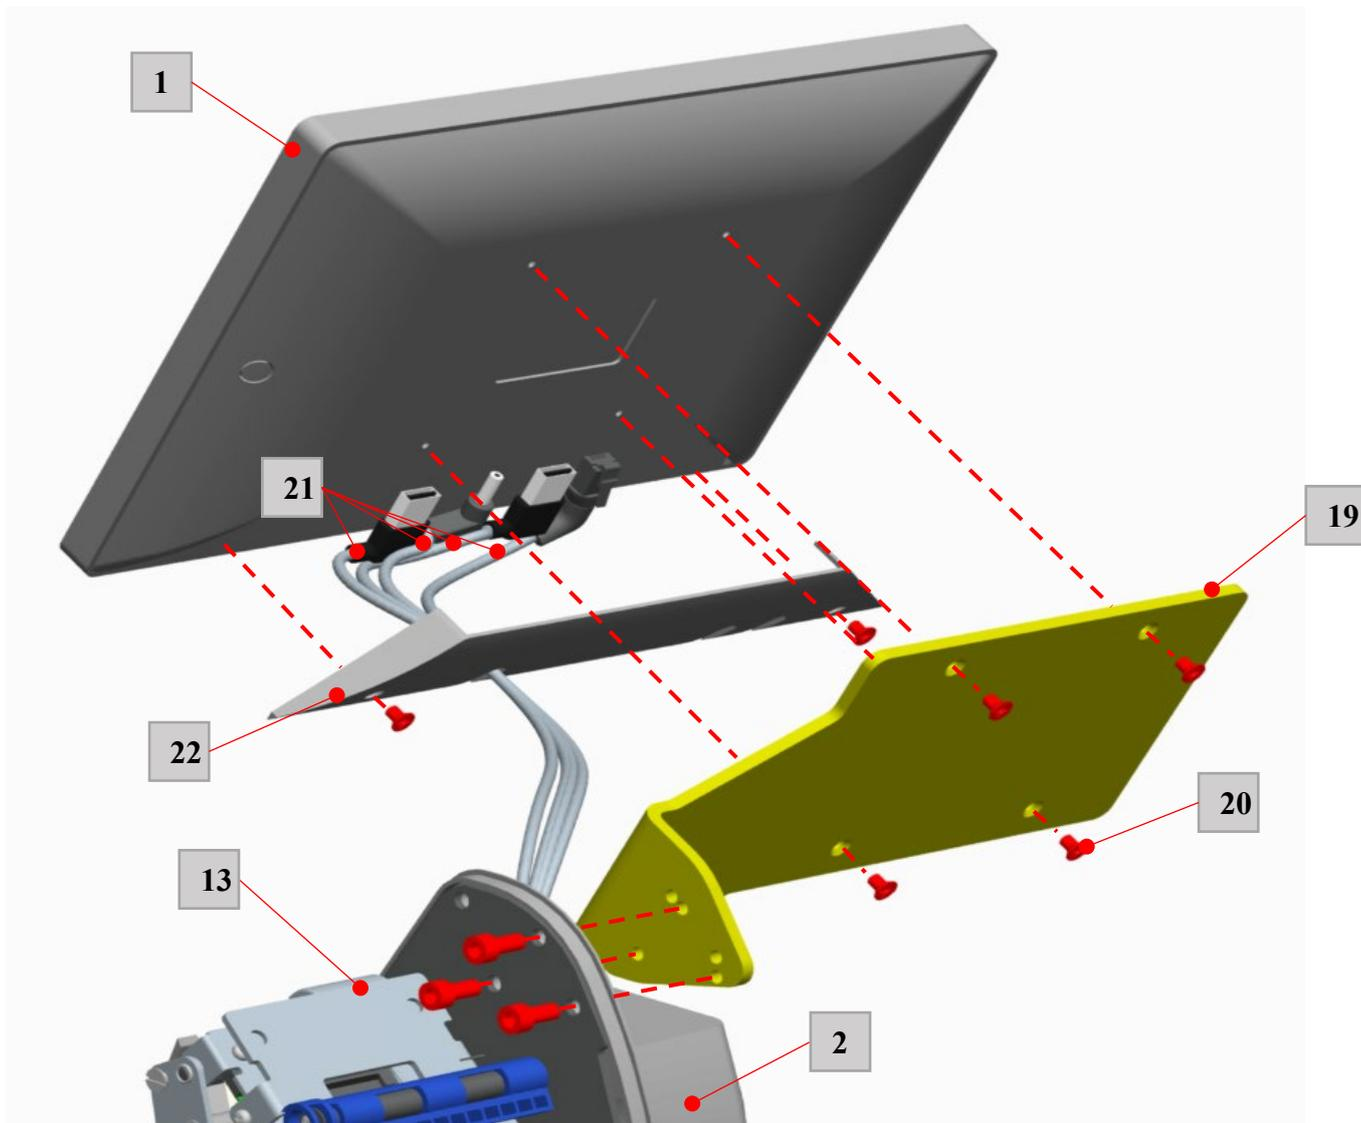

Рисунок 3 – Установка сенсорного экрана на устройстве печатающем
3.2.5 Присоедините кронштейн [19] к сенсорному экрану [1] с помощью винтов М3 [20] (4 шт.) (см. рис.3).